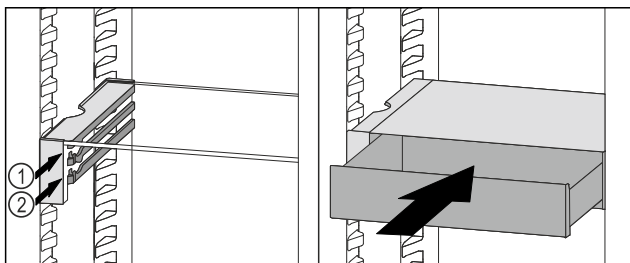

Fig. 85
- A VarioSafe-fiókot az ütközők mögött helyezze a kívánt bordára a Fig. 85 (1) vagy Fig. 85 (2) szerint.